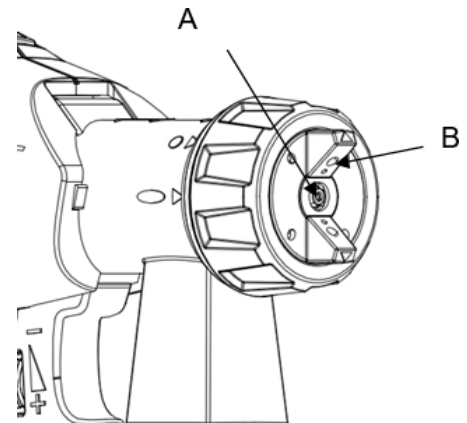

Fig. 7
● Atunci când materialul de acoperire se acumulează pe duză (A) și pe capacul de aer (B) (Fig.7), curățați ambele părți cu un solvent sau cu apă.